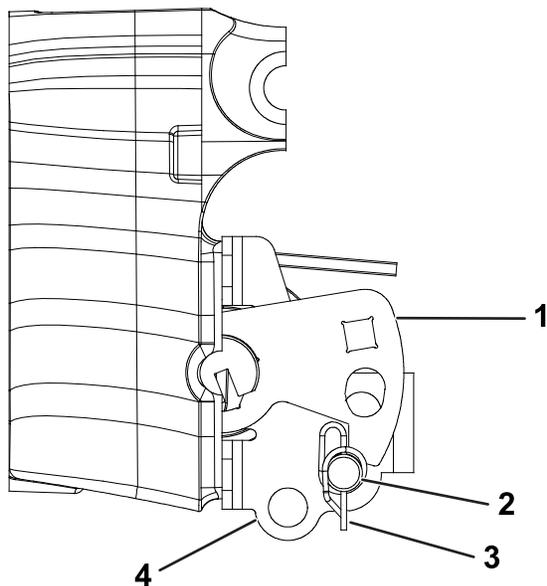

Рисунок 1
1. Чтобы снять натяжение с узла противовеса подвески, выполните следующие действия. См. Рисунок 1
13. Используйте ранее снятый шплинт для крепления шплинтуемого штифта в средних отверстиях крепления противовеса и под рычагом натяжителя; см. правильное расположение шплинтуемого штифта на Рисунок 1.
Примечание: На машинах с гидравлическим барабаном установите узел противовеса в то же положение, что и для машины с электрическим барабаном, как показано на Рисунок 1. Это положение учитывает дополнительный груз TMD.